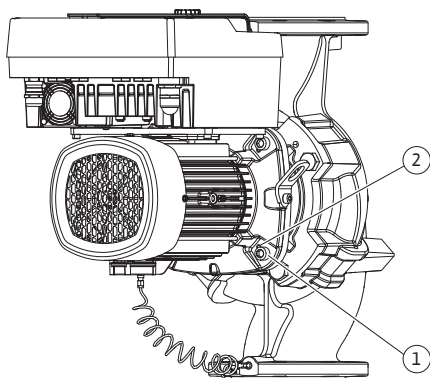

Fig. 10: Отжатие съемного блока через резьбовые отверстия
5. Отжать съемный блок (см. Fig. 4) от корпуса насоса. Для этого использовать два резьбовых отверстия (см. Fig. 10). С этой целью ввернуть винты М10 подходящей длины в резьбовые отверстия.
6. Отжать съемный блок (см. Fig. 4) от корпуса насоса. Для этого использовать два резьбовых отверстия (см. Fig. 10). С этой целью вернуть винты M10 подходящей длины в резьбовые отверстия.